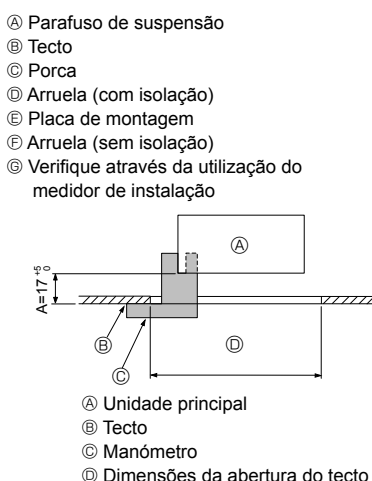

Fig. 3-7
- Certifique-se de que o passo A é realizado com 17-22 mm. Se não aderir a esta amplitude de valores poderão ocorrer danos. (Fig. 3-7)